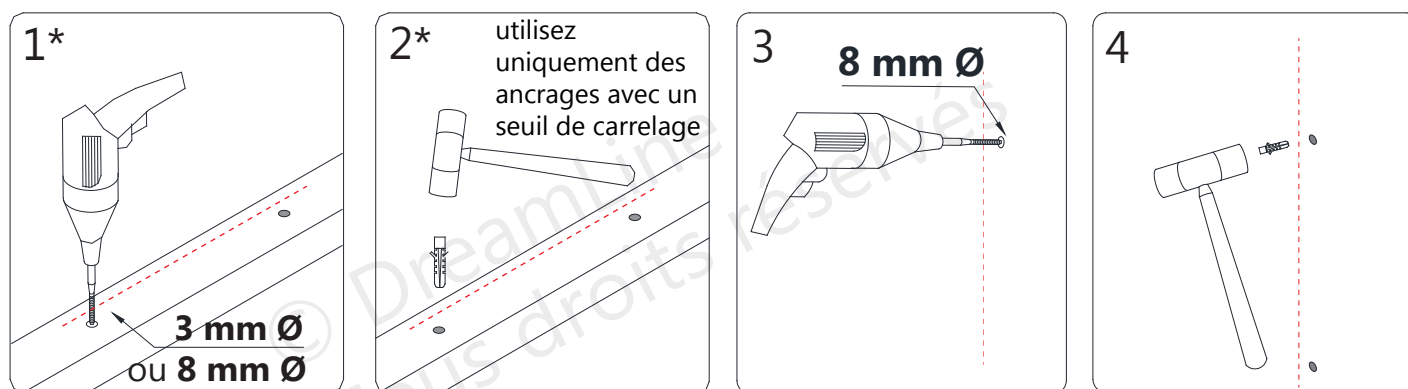

Fig 17
- **Des trous de 8 mm Ø** dans le mur et insérez des ancrages **muraux (N° 13)**. (**Fig 17**)